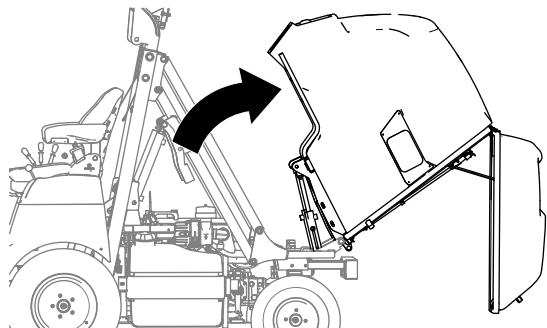

Figura 56
2. Rode a tremonha para cima e para trás (Figura 56) manualmente.